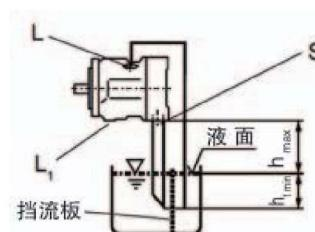

图 4
b) 当油箱的最低液面低于泵的顶部时，将泄油口“ L_1 ”堵住，泄油口“L”、进油口“S”的配管要求参见图 4，注意 $h_{min}=200\text{mm}$, $h_{max}=500\text{mm}$ 。
a) 安装在油箱上，泄油口“L”及进油口“S”配管请参见图 4。